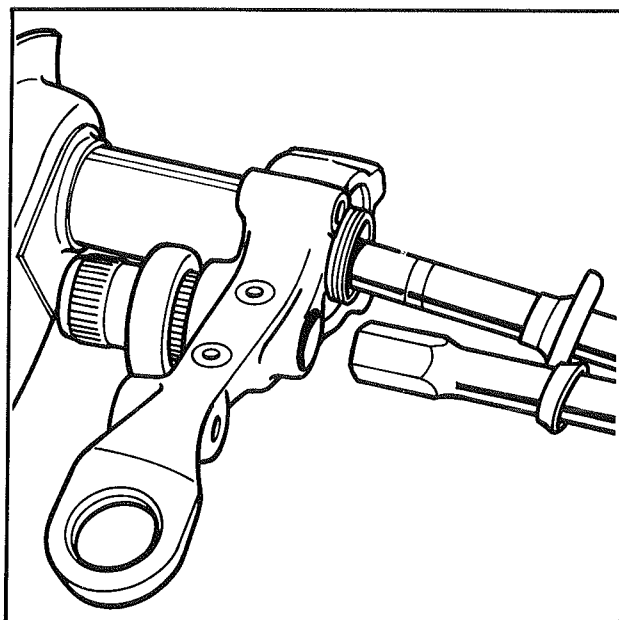

Fig. 9
- Extraire les deux barres de torsion (Fig. 9)